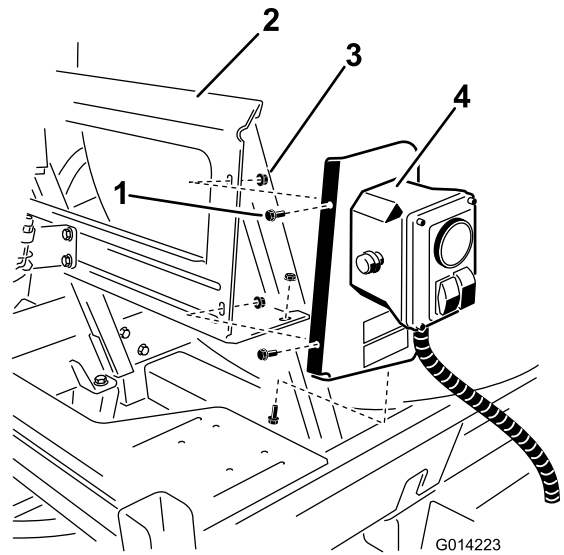

Figura 8
2. Instale el conjunto en el soporte de montaje con 3 pernos (1/4 x 5/8 pulgada) y 3 contratuercas (1/4 pulgada) según se muestra en Figura 8.